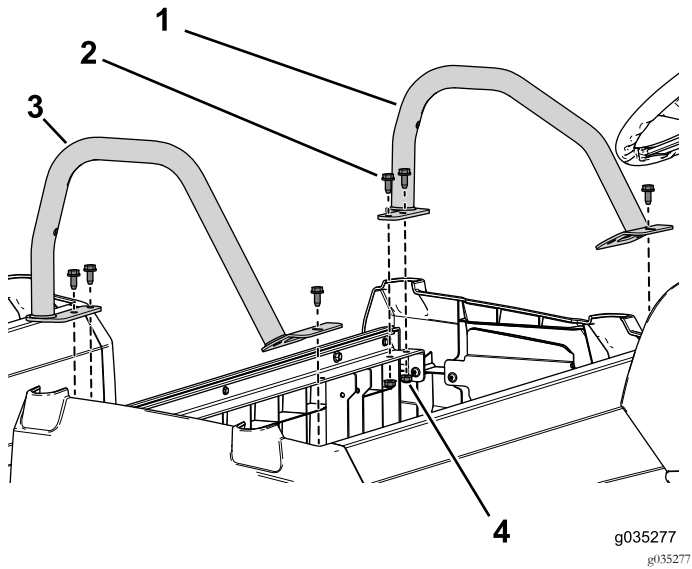

图97
7. 使用 6 个凸缘螺栓 3/16 x 3/4 英寸和凸缘螺母将左、右臀部固定管固定到座椅底座 图97。